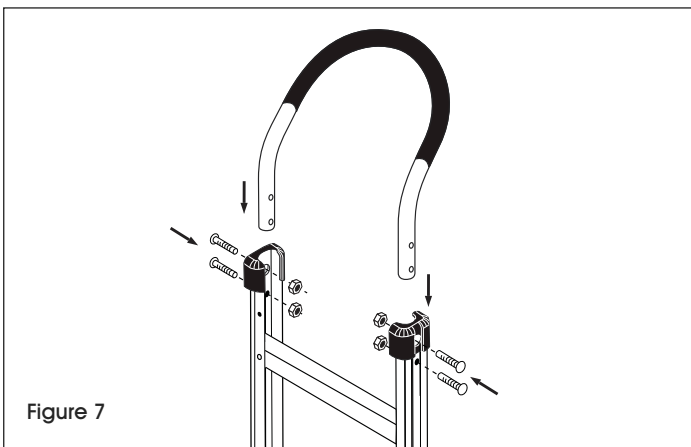

Figure 7
1. Glissez la poignée sur les montants supérieurs du cadre. Alignez les trous de la poignée sur ceux du cadre. Insérez quatre vis à tête cylindrique à travers le cadre et la poignée et fixez avec quatre écrous freinés de 1/4 po. (Voir Figure 7)